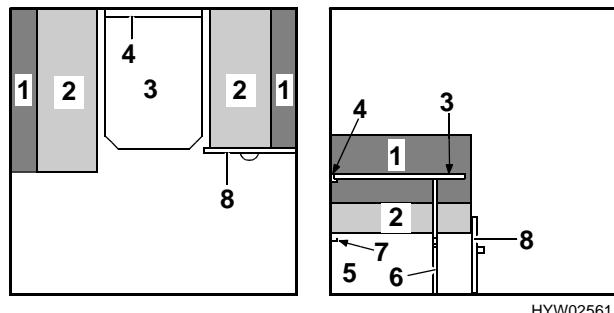

Fig. 35 Prima della trasformazione
- Sistemare i cuscini del divano (Fig. 35,2).
- Sollevare leggermente il piano del tavolo in avanti (Fig. 35,3).
- Alzare il piano del tavolo (Fig. 35,3) di circa 45°, sollevarlo dalla guida superiore di supporto (Fig. 35,4) e mantenerlo ad un angolo di 45°.